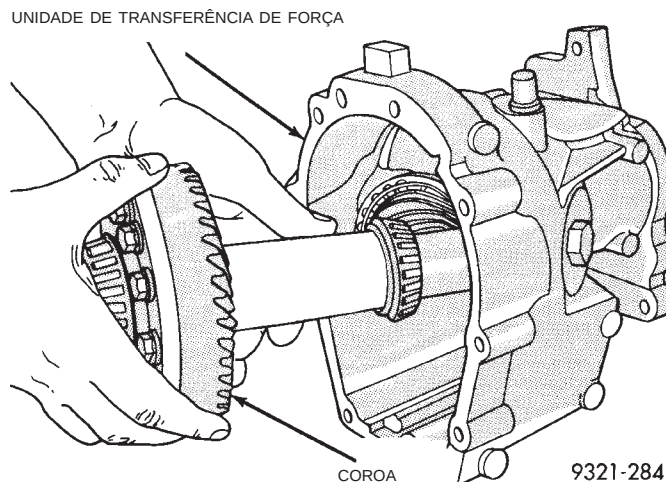

Fig. 18 Remoção do Eixo de Entrada e da Coroa
(4) Remova o eixo de entrada e a coroa da caixa (Fig. 18).